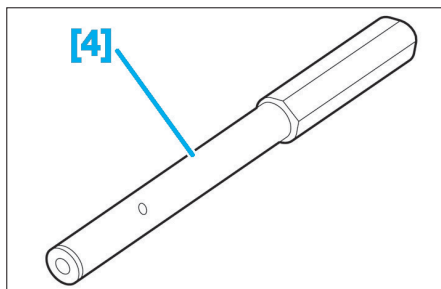

Fig. 6
- [4]. Outil de calage de la pompe haute pression carburant Ø 5 mm (réf : 0194.A) (Fig.6).